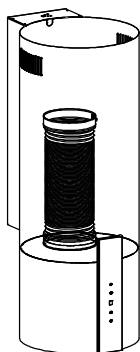

Рис. 3
3. Установите обратный клапан и гофротрубу на вытяжку, закрепите гофротрубу специальной стяжкой, см. Рис. 3.